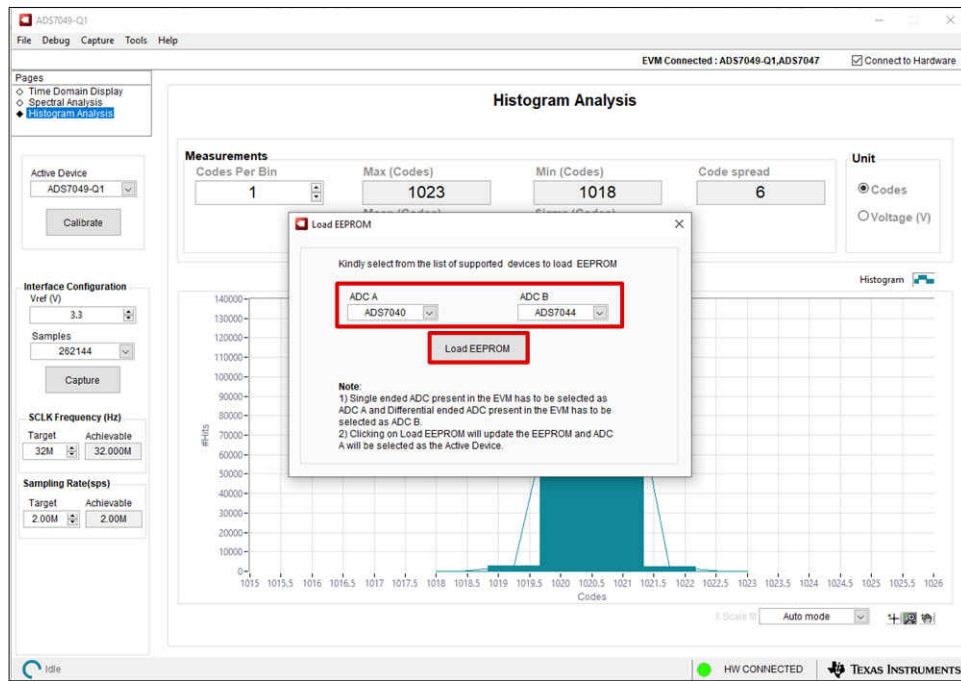

图 4-6. 选择 ADC 和加载 EEPROM
3. 在图 4-6 所示的弹出窗口中，为 ADC A（U3 或 U8）和 ADC B（U5 或 U9）选择合适的器件